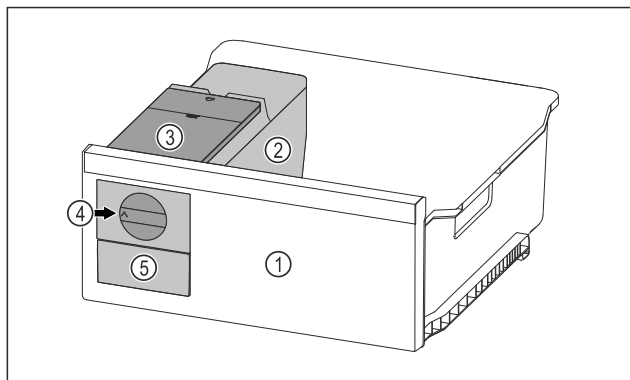

Fig. 28 Eksempelfremstilling
- Vri dreieknotten Fig. 28 (4) med klokken til den stopper.
- Isbitene faller fra isbitbrettet og ned i isbitskuffen Fig. 28 (5).